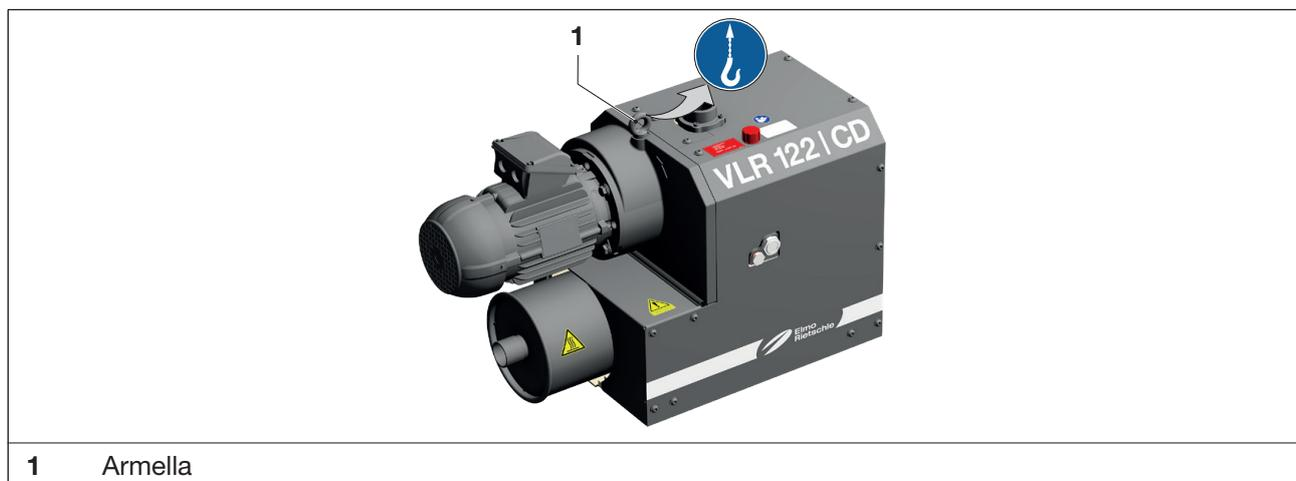

Fig. 1 Dispositivos para la elevación y el transporte
- b) Tensar la armella (Fig. 1/1) en el cabezal.